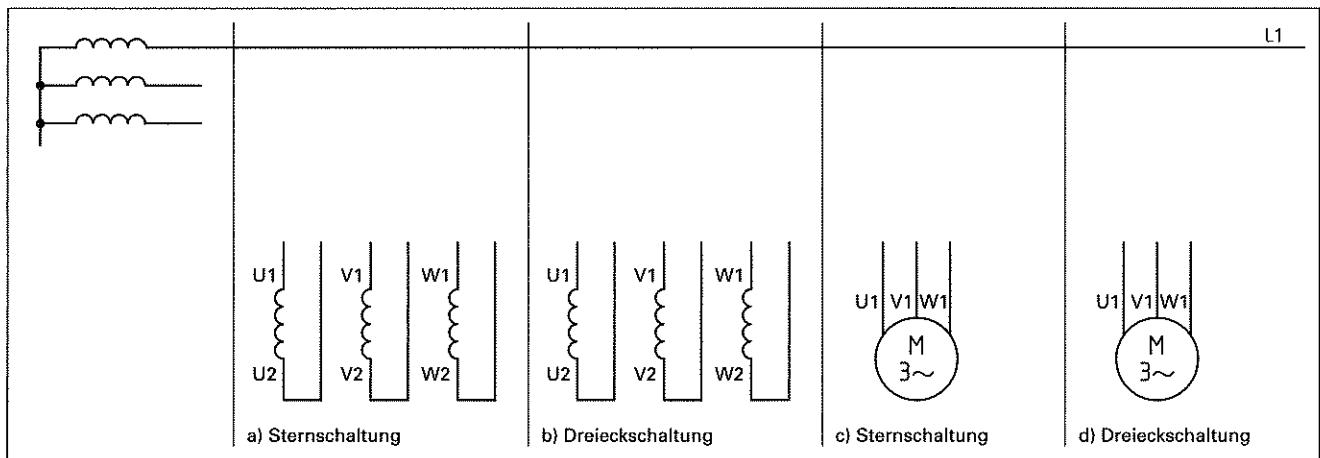

Bild 1: TN-S-System
2. Skizzieren Sie den Aufbau eines TN-S-Systems (Bild 1) und schalten Sie die drei Motorwicklungen
4. Ergänzen Sie im Bild 1 die Motorschaltungen mit vorhandenen Kontaktbrücken am Klemmbrett für c) Sternschaltung und d) Dreieckschaltung.